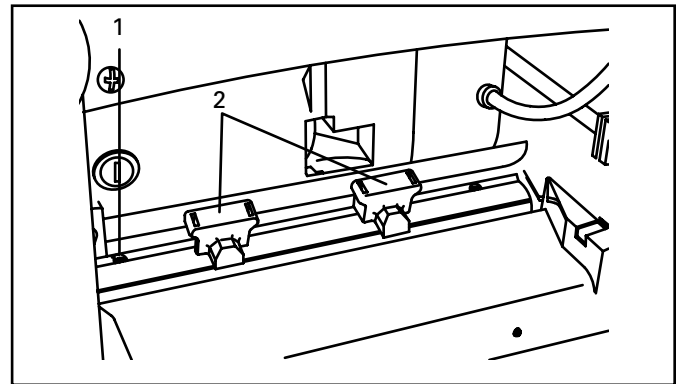
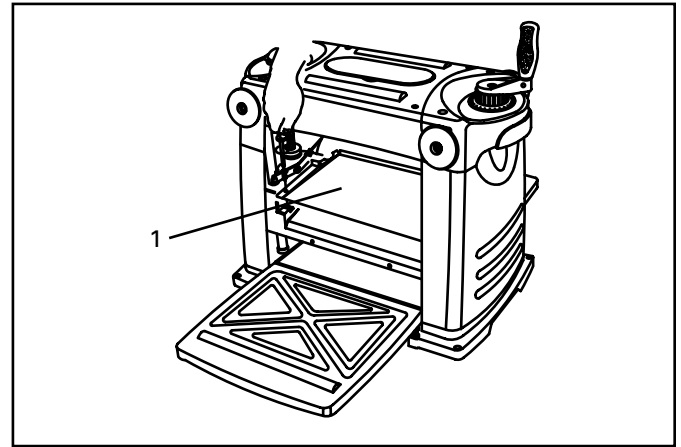

Fig. 8
Fig. 13
1. Retirer les deux vis avec un tournevis et retirer le couvercle de poussière. (Fig. 13)
2. Dévisser les huit vis à tête hexagonale (1) avec la clé ouverte fournie.
3. Appuyer sur le tourniquet de verrouillage de l'arbre et tourner la lame jusqu'à exposer les deux boulons hex (1).
4. Mettre le guide de réglage de la lame (2) (Fig. 8) sur le porte-outil avec les deux guides reposant fermement contre la lame.
5. Dévisser ou serrer les boulons hex (1) (Fig. 8) jusqu'à ce que la lame touche le guide de réglage de la lame.
2. Retirer toutes les vis pour retirer le capot à poussière et le capuchon à poussière (1) (Fig. 13).